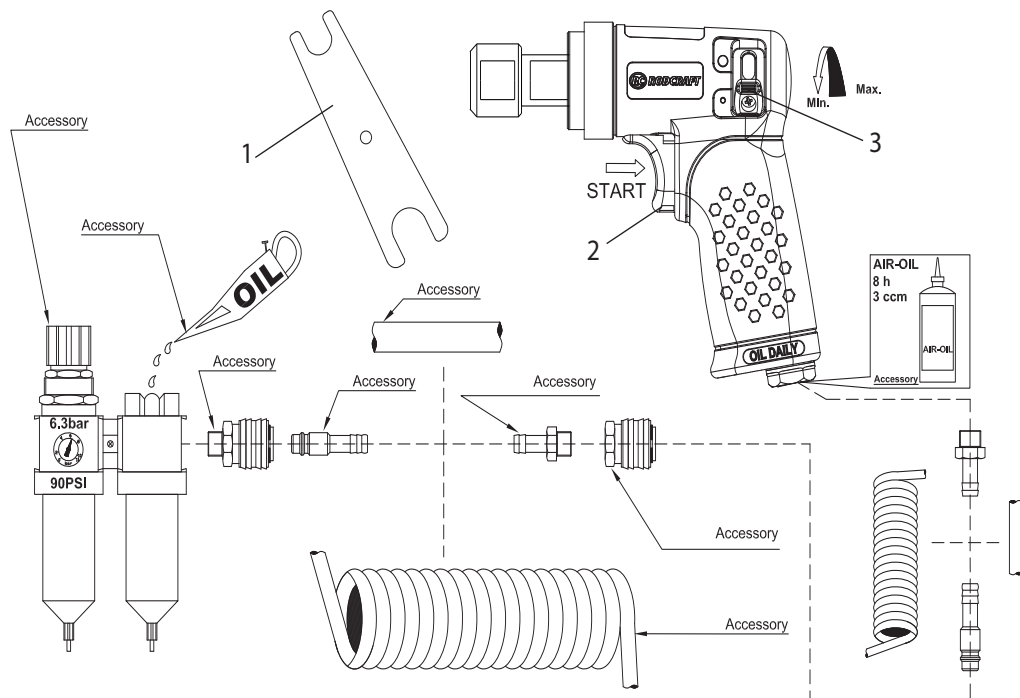

Fig. 01:
- Das Gerät laut Abb. 01 anschließen.
- Montieren Sie die Schleifscheibe mit dem mit dem Werkzeug mitgelieferten Schlüssel (1). Befestigen Sie das Zubehör korrekt am Werkzeug.
- Drücken Sie zum Starten der Maschine einfach auf den Drücker (2). Die Maschinendrehzahl steigt mit steigendem Druck auf den Drücker. Lassen Sie den Drücker oder Hauptschalter los, um die Maschine zu stoppen.
- Vor Inbetriebnahme immer auf die Position des Drehzahlschalters (3) achten, um unabsichtliche Drehzahlauswahl zu vermeiden.
- Den Drehzahlschalter (3) nur verwenden, wenn die Antriebsspindel vollständig stillsteht. Das Ändern der Drehzahl vor dem Stillstand der Antriebsspindel kann die Maschine beschädigen.
- Connect device as shown in Fig.01.
- Connect the grinding disk with wrench (1) delivered with the tool. Fix the accessories properly to the tool.
- To start the machine, simply push the trigger (2). Machine speed is increase by increasing pressure on the trigger. Release the main switch to stop.
- Prior to use, always observe the position of the speed switch (3) to avoid unintentional speed selection.
- Use the speed switch (3) only when the drive spindle comes to a complete stop. Changing the speed before the drive spindle stops may damage the machine.